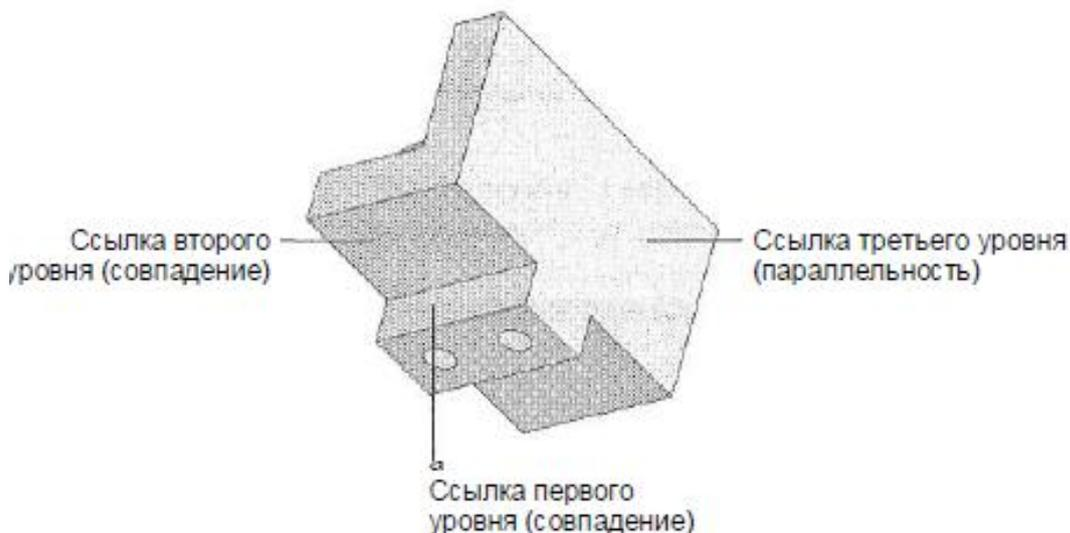

Рис. 5.11 Поверхности, выбранные для сопряжения.
12. Аналогичным образом образуйте ссылку на сопряжение в документе детали Vice Jaw (Губки тисков). Поверхности для выделения в качестве ссылок, приведены на рис. 5.11. Название ссылки на сопряжение в раздвижной панели Reference Name (Имя ссылки) должно быть одинаково в обеих частях документа.